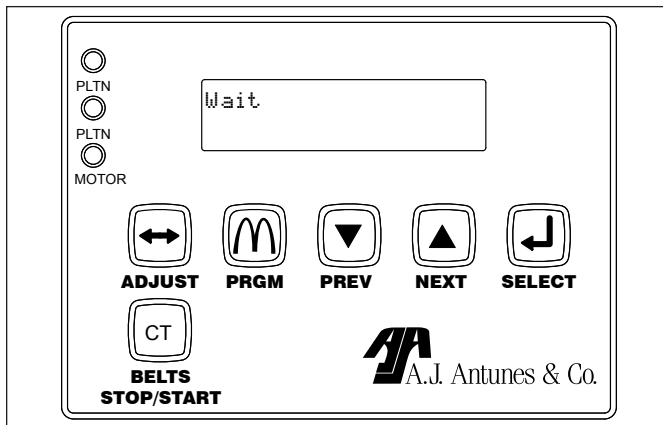

Figure 3. Affichage « Wait » du grille-pain club
2. L'appareil se mettra en réchauffement et l'afficheur indiquera le message « Wait » (figure 3).